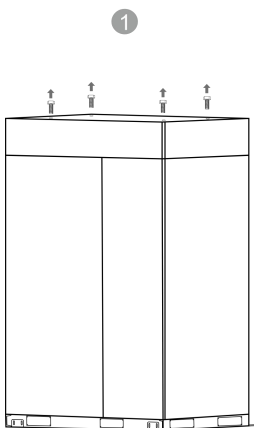

Рисунок 1
1. Вийміть чотири шестигранні гвинти М30*40, попередньо встановлені на заводі для запобігання потраплянню пилу або інших сторонніх предметів в обладнання. Див. рисунок 1.